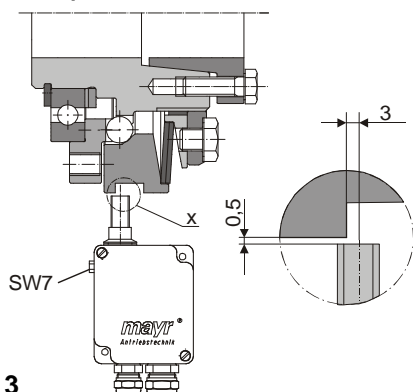

Fig. 13
Positionner le détecteur mécanique et le détecteur de proximité inductif suivant les figures 13 et 14.
L'écart entre la pièce de commande (3) et le point de commutation peut être ajusté finement à l'aide de la vis à tête hexagonale SW7, fig. 13 et 14.
(Face de détection, voir détail "X" sur la fig. 13 et 14).